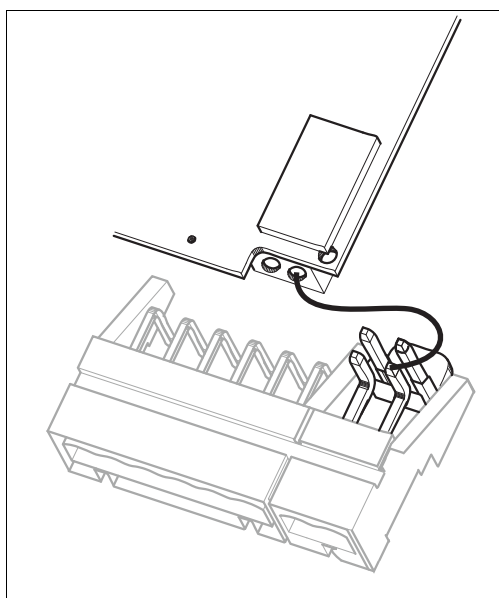

Fig. 29: Moduł wejścia pH w pokrywie obudowy z przewodem (czerwony) do podłączenia elektrod szklanych.
5. Z prawej strony pokrywy obudowy, odłączyć obydwie końcówki czerwonego przewodu od obu wejść pH (Patrz Rys. 29).